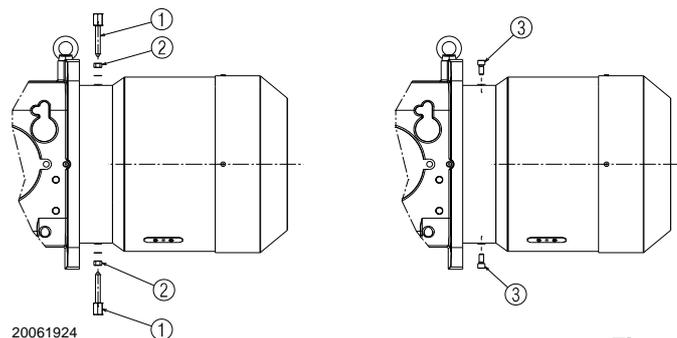

Fig. 10
- Avant de monter le brûleur sur la chaudière, retirer les vis et les écrous 1)-2)(Fig. 10).